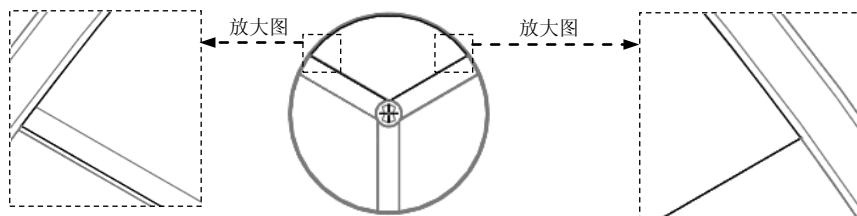

图 5.15 截面草图
- (2) 在绘图区中右击, 从系统弹出的快捷菜单中选择 **定义内部草绘...** 命令, 选取 FRONT 基准平面为草绘平面。单击 **草绘** 按钮, 进入草绘环境, 绘制图 5.15 所示的截面草图 (使用“投影”命令绘制截面草图)。截面草图绘制完成后, 单击“草绘”操控板中的“确定”按钮 。
- (3) 在操控板中单击“完成”按钮 , 完成平整曲面特征的创建。